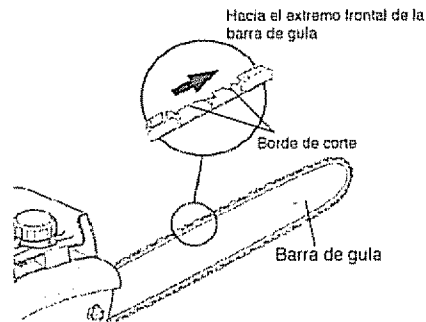

Figura 4- Dirección de la sierra de cadena
6. Coloque la cadena sobre la circunferencia de la rueda dentada, a lo largo de la ranura superior de la barra de guía y sobre el extremo de la misma. **Nota:** Asegúrese de disponer los bordes de corte de la cadena en la dirección correcta. Coloque la cadena de modo que los bordes de corte de la parte superior de la barra de guía miren hacia el extremo de la misma (vea la Figura 4 y el indicador que se encuentra en la cubierta lateral de la sierra).